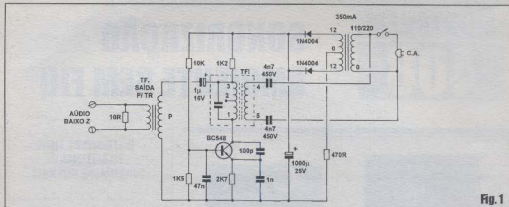

Fig. 1
- FIG. 1 - DIAGRAMA ESQUEMÁTICO DO CIRCUITO (MÓDULO TRANSMISSOR) - Um oscilador muito simples, centrado num único transistor super-comum e barato (BC548 ou equivalente), cuja frequência de funcionamento é determinada (de modo muito prático, sem nenhum trabalho de enrolamento de bobinas, coisa *meia chata*
enrolamento do dito *trafinho*, demodula o sinal de áudio *encavalado* sobre a portadora de 455 KHz e, após breve e *simples* filtragem por resistores e capacitores especialmente dimensionados, entrega o resultado a um potenciômetro (controle de volume do receptor) que - por sua vez - direciona os sinais a um integrado amplificador de *circuitagem* muito simples e desempenho ideal para a aplicação: um TDA2002... Embora este seja capaz de oferecer vários watts de potência final de áudio, sob excitação plena, no caso da SASF (onde os requerimentos - inerentes à sonorização ambiente - não são elevados quanto à potência...) esse total se limita a cerca de 1 watt ou pouco mais, que se manifesta com boa qualidade através do alto-falante acoplado via capacitor eletrolítico de 1000µ... Os 12 VCC necessários à alimentação do integrado amplificador de áudio são obtidos através de fonte simples, com transformador capaz de oferecer 12-0-12 volts sob 500 mA no seu *secundário*, com retificação agora num arranjo um pouco mais elaborado (para reduzir ao mínimo o eventual *ripple* ou zumbido de fundo...), formado por quatro diodos 1N4004, dois capacitores de 10n, e eletrolítico de filtragem no valor de 1000µ... Pedimos notar que - novamente - tanto a energia de funcionamento do circuito, quanto o sinal de 455 KHz que *traz* o áudio *encavalado*, são ambos *puxados* da mesma tomada de C.A., numa absoluta simplificação...! Através do núcleo acessível do *trafinho* de F.I. (girando-se sua *fenazinha* com uma chave própria para calibração...), o receptor pode ser sintonizado *exatamente* para a real frequência dos sinais emitidos pelo transmissor (FIG. 1), de modo a